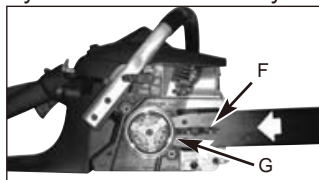

Рисунок 3E
4. Установите конец направляющей шины с прорезью на болт шины (F). Сместите направляющую шину за барабан сцепления (G) до упора (рис. 3E).